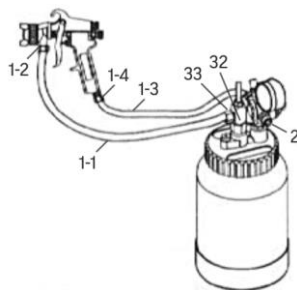

fig. 1
1. Raccordez le tuyau de liquide noir (fig. 1-1) à la sortie de liquide (n° 33) sur le couvercle de l'axe central (n° 32) et fixez-le en place à l'aide de la clé comprise à cet effet (fig. 1).
2. Raccordez l'autre extrémité du tuyau de liquide noir au fond du pistolet pulvérisateur (fig. 1-2) et fixez-le à l'aide de la clé comprise à cet effet (fig. 1).
3. Raccordez le tuyau à air rouge (fig. 1-3) à la connexion pneumatique (n° 2) sur l'ensemble du régulateur (n° 14) (fig. 1).